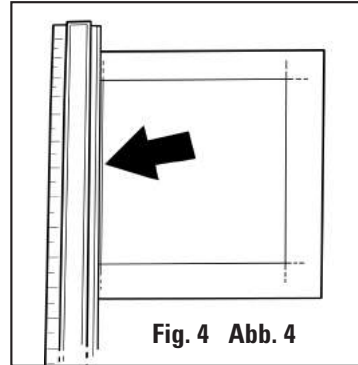
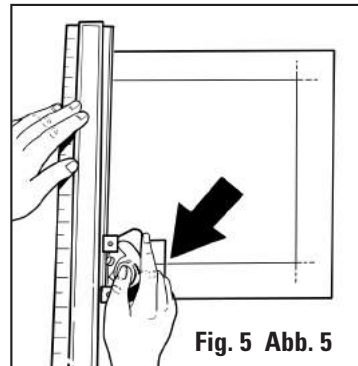

Fig. 4 Abb. 4
Fig. 5 Abb. 5
2. Placer le passe-partout face vers le bas sur la feuille d'appui. Placer la règle EXACTEMENT sur la bordure gauche de sorte que le bord extérieur du profilé soit aligné le long de la ligne au crayon. Fig. 4. S'assurer que le plus gros du passe-partout est du côté droit de la règle. Le fait d'avoir le passe-partout du côté gauche de la règle provoque l'inversion de la coupe en biseau. Fixer le couteau à biseau 302 sur la règle en ajustant les guides de nylon noir sur le bord relevé du profilé. Positionner le couteau à passe-partout de sorte que la ligne argentée soit alignée avec la ligne inférieure d'intersection tracée au crayon. Fig. 5
2. Legen Sie das Passepartout mit der Vorderseite nach unten auf den Unterlagekarton. Legen Sie das Lineal GENAU auf den linken Rand, damit die äußere Kante des Kanals auf der Bleistiftlinie liegt. Abb. 4. Vergewissern Sie sich, dass der größte Teil des Passepartouts auf der rechten Seite des Lineals ist. Wenn der größte Teil des Passepartouts auf der linken Seite ist, erhalten Sie einen umgekehrten Schrägschnitt. Bringen Sie den Schneider 302 am Lineal an, indem Sie die schwarzen Nylon-Führungen über die gehobene Kante des Kanals legen. Positionieren Sie den Schneider so, dass die silberfarbene Linie an der unteren Schnittlinie anliegt. Abb. 5
2. Coloque la lámina perimétrica cara abajo sobre la Hoja de respaldo. Ponga el Bordo Recto EXACTAMENTE sobre la franja de la mano izquierda para alinear el borde exterior del canal a lo largo de la línea de lápiz. Fig. 4. Asegúrese que el bulto de la lámina perimétrica esté al lado de la mano derecha del borde recto. Tener la lámina perimétrica al lado izquierdo del borde recto daría lugar a un corte invertido del cartabón. Enganche el Cortador de Bisel 302 sobre el borde recto encajando las guías de nylon negro sobre el borde levantado del canal. Coloque el cortador de lámina perimétrica de modo que la línea del indicador de plata se alinee con la línea al lápiz de abajo que interseca. Fig. 5
2. Posizionare il passepartout sul foglio di rinforzo rivolto verso il basso. Posizionare il regolo ESATTAMENTE sul margine sinistro così che il bordo esterno della scanalatura sia allineato lungo il tratto di matita. Fig. 4. Accertarsi che il grosso del passepartout si trovi sul lato destro del regolo. Se il passepartout si trova sul lato sinistro del regolo si otterrà un taglio a smusso invertito. Agganciare la taglierina per passepartout a smusso 302 al regolo inserendo le guide in nylon nere sul bordo rialzato della scanalatura. Posizionare la taglierina in modo tale che la linea argentata si allinei con il tratto di matita intersecante inferiore. Fig. 5